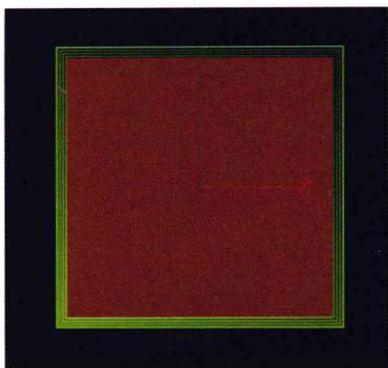

图 1-10
8. 再次点击  按钮，关闭【捕捉设置】。鼠标在  【三维捕捉】上右击，在弹出的对话框中设置【捕捉方式】为点的方式，取消其他捕捉方式，然后在透视图，用【Plane】(平面) 捕捉相框的 4 个角，创建相框背板。如图 1-10 效果。